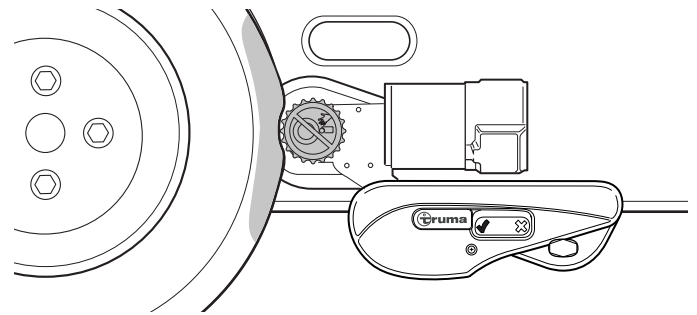

Fig. 16
- I rulli di trasmissione sono stati premuti sui pneumatici su entrambi i lati per circa 20 mm (Fig. 16).